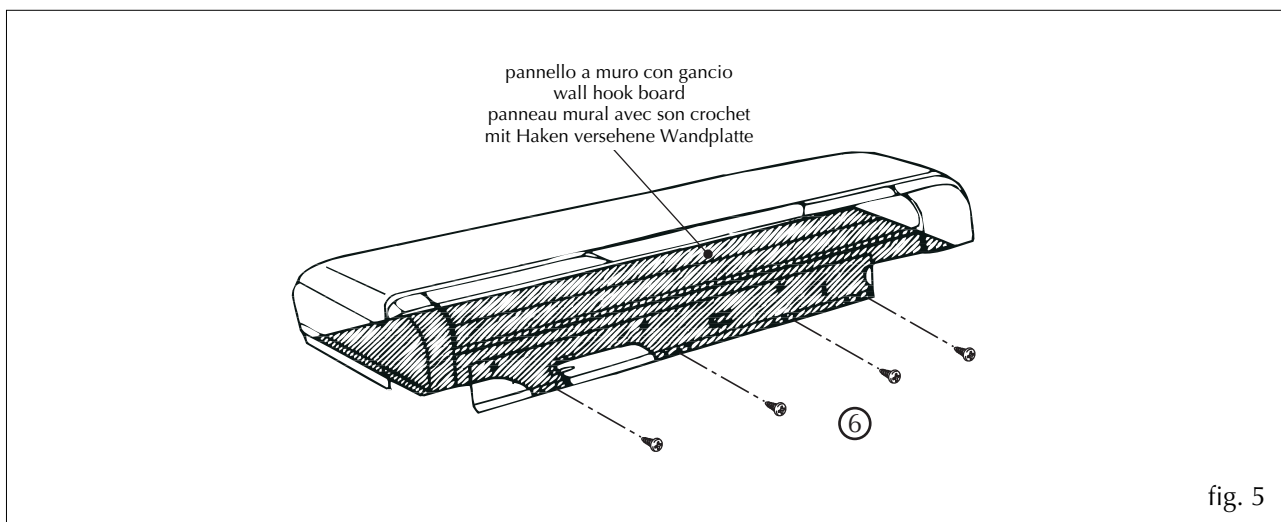

fig. 5
- Allentare le quattro viti a croce fissate e togliere il pannello a muro con gancio (Figure 5- ⑥).
- To loosen four fixed cross screw and take off wall hook board (Figure 5- ⑥).
- Desserrer les quatre vis en croix fixées et enlever le panneau mural avec son crochet (figures 5- ⑥).
- Die vier befestigten Kreuzschrauben lösen und die mit Haken versehene Wandplatte entfernen (Abb. 5- ⑥).